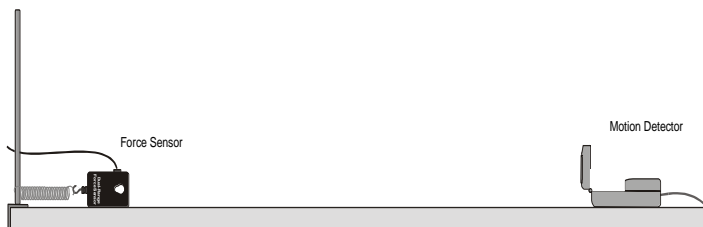

Figura 11: Aparência da montagem experimental para o estudo do Trabalho-energia usando a força elástica.
16. Coloque o detector de movimento cerca de um metro do Dinamômetro, ao longo da linha da mola. Certifique-se de que não há nenhum objeto perto para interferir na medida de distância, conforme a Figura 11.